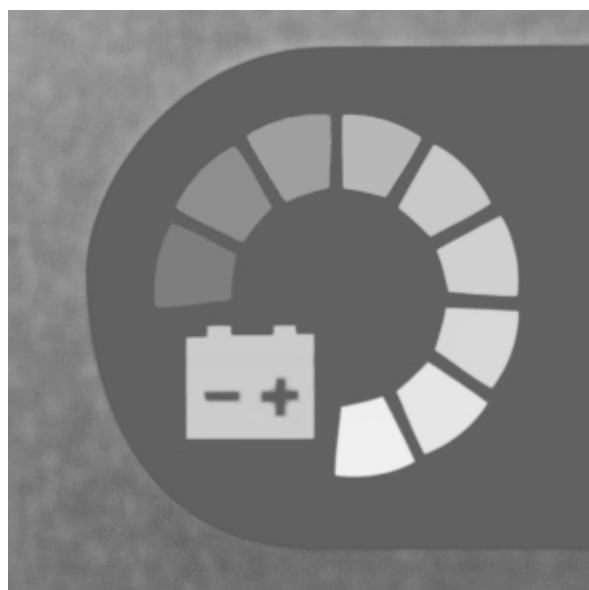
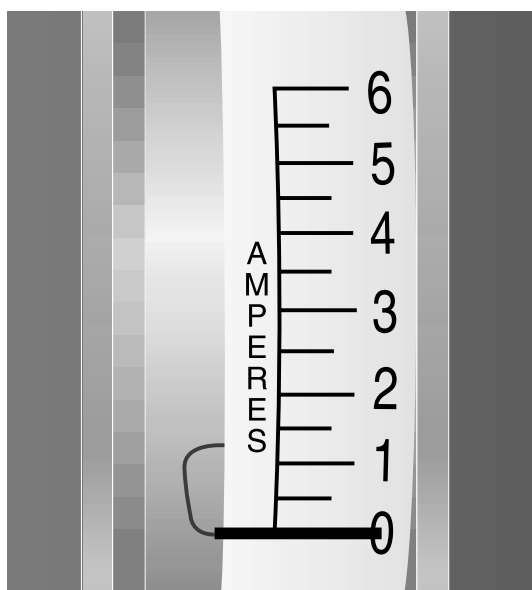

Figure 11. Voyants jauge a batteries
Figure 12. Amperemetre batteries entièrement recharges
- Nous recommandons de les recharger pendant 8 à 14 heures. Vérifiez le niveau de recharge occasionnellement par les voyants de la jauge à batteries sur la console. Cependant, pour ce faire vous devez débrancher le chargeur et mettre le contact. La jauge vous indiquera le niveau approximatif d'énergie dans les batteries. Voir la figure 11. Vous pouvez également vérifier l'ampèremètre à l'arrière sur le tableau. Le chargeur doit être branché pour prendre une lecture. Lorsque l'aiguille de l'ampèremètre oscille près du zéro, la recharge est complète. Voir la figure 12.